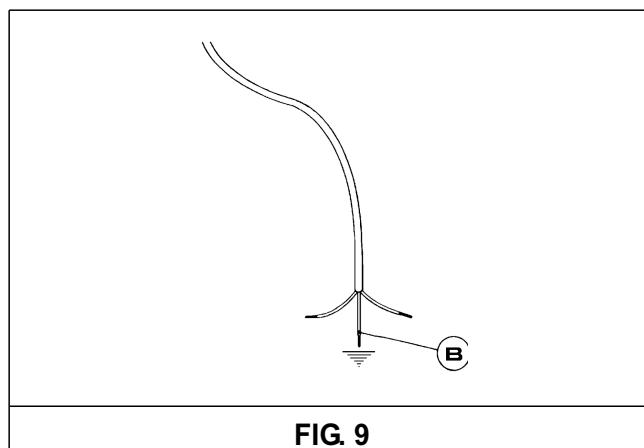

FIG. 9
N.B. En cas de remplacement du câble d'alimentation, l'installateur doit laisser le conducteur de terre plus long que les conducteurs de phase (fig. 9) et respecter les avertissements reportés dans le paragraphe "BRANCHEMENT ÉLECTRIQUE".